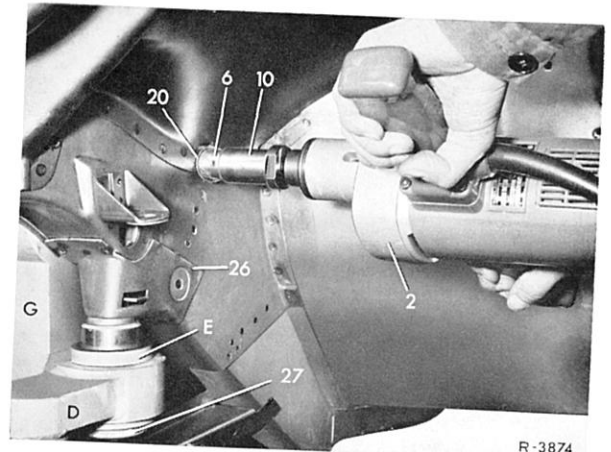

Bild 62-1/6
Anm.: Der Zapfen (23) des Zapfenfräasers (6) dient gleichzeitig als Fräsanschlag. Hierzu muß allerdings der Anschlagbolzen (I) in der jeweiligen Bohrbüchse der Lagerbrücke (G) arretiert sein (Bild 62-1/7).